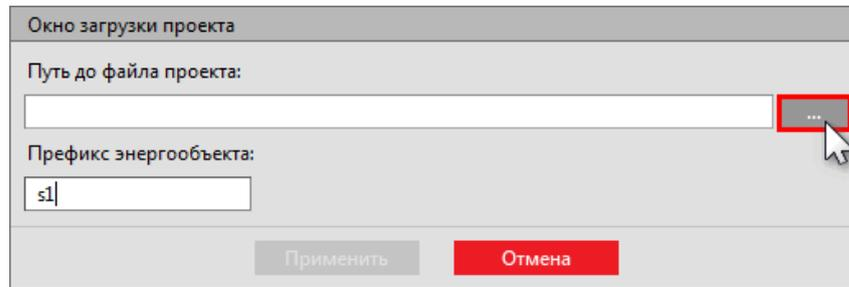

Рисунок 133 - Окно загрузки проекта
2. Нажмите «...» и выберите файл проекта в формате \*.ppf (Рисунок 133). Префикс энергообъекта оставьте по умолчанию.